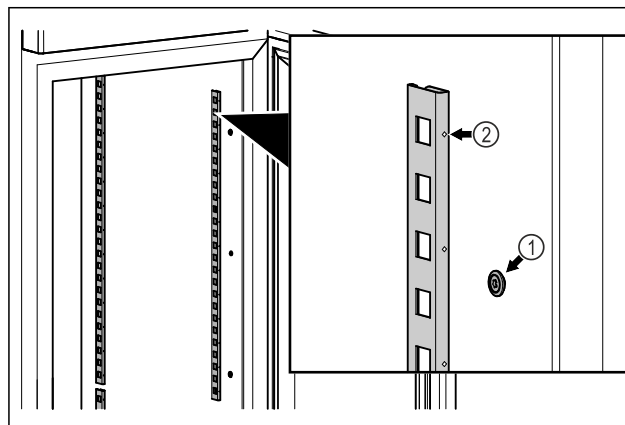

Fig. 85 Ilustratīvs attēlojums
- ▶ Iekabiniet aizturu līstes viru mehānismā Fig. 85 (1). Atzīmei Fig. 85 (2) jābūt vērstai virzienā uz priekšu.